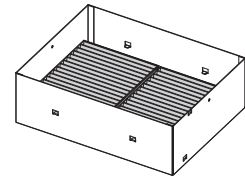

Abb. 3
- Nachdem die beiden Luftfiltereinheiten angebracht wurden (Abb. 3), fahren Sie mit „Anbringen der Abdeckung des langlebigen Filters“ (➔ Seite 265) fort.